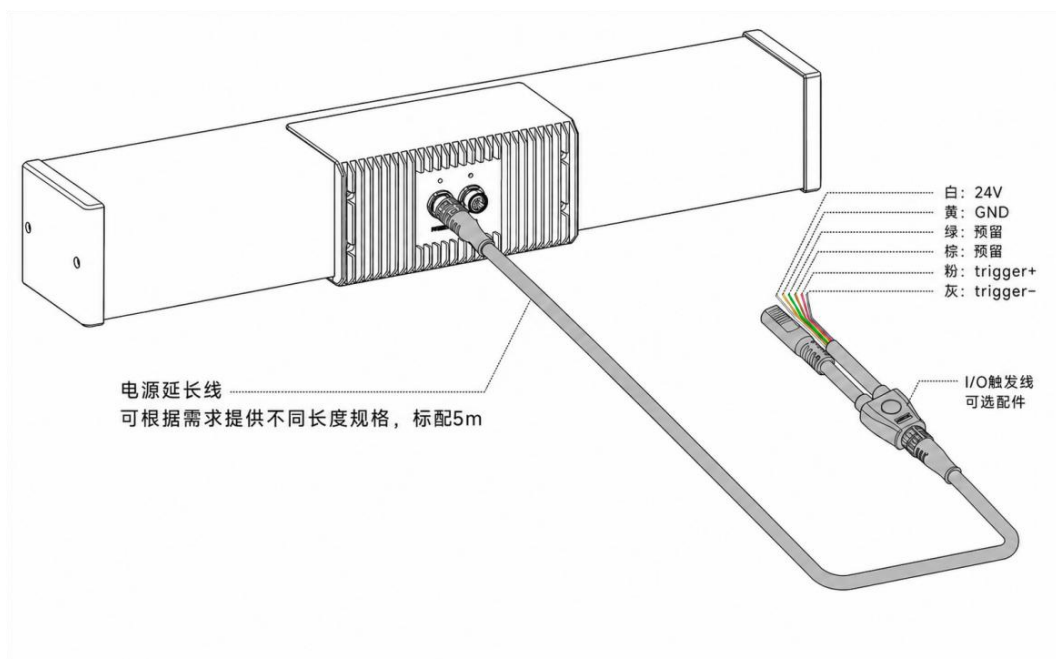

图 2-4 BCW4101P 电源接线示意图
- DC 电源线：一端连接 BCW4101P，另一端需连接 24 V 电源适配器，如图 2-4 和 2-5 所示。